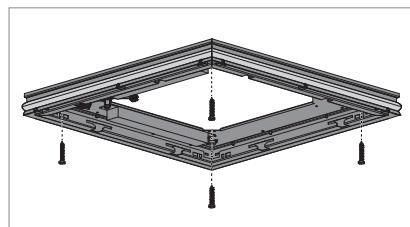

Fig. 4: Visser le cadre du luminaire au plafond.
- ▶ Vissez le cadre du luminaire au plafond à l'aide de quatre vis appropriées, voir Fig. 4.